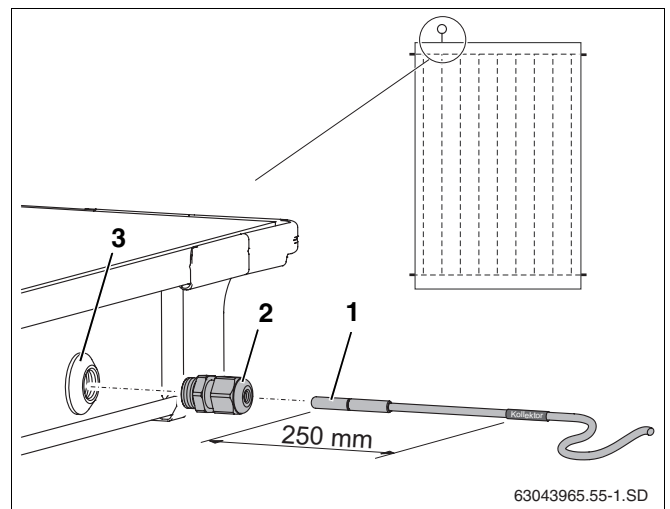

Fig. 53 Deslizar la sonda en el colector
Para que la instalación solar funcione correctamente es necesario deslizar la sonda del colector (fig. 53, **pos. 1**) hasta el tope (corresponde a aprox. 250 mm) en el tubo guía de la sonda.
- ▶ Perfore con la sonda del colector o con un destornillador la capa de impermeabilización del paso de la sonda (fig. 53, **pos. 3**).
- ▶ Enrosque el prensaestopas (fig. 53, **pos. 2**) en el paso de la sonda.
- ▶ Apriete el prensaestopas (fig. 53, **pos. 2**) y, en caso necesario, haga contrafuerza.
Si ha perforado el paso de la sonda (fig. 53, **pos. 3**) del colector equivocado, puede volver a impermeabilizarlo con el tapón incluido en el juego de conexión. Previamente debe retirar la tuerca que se encuentra en el paso de la sonda con la ayuda del pasacable (fig. 53, **pos. 2**).